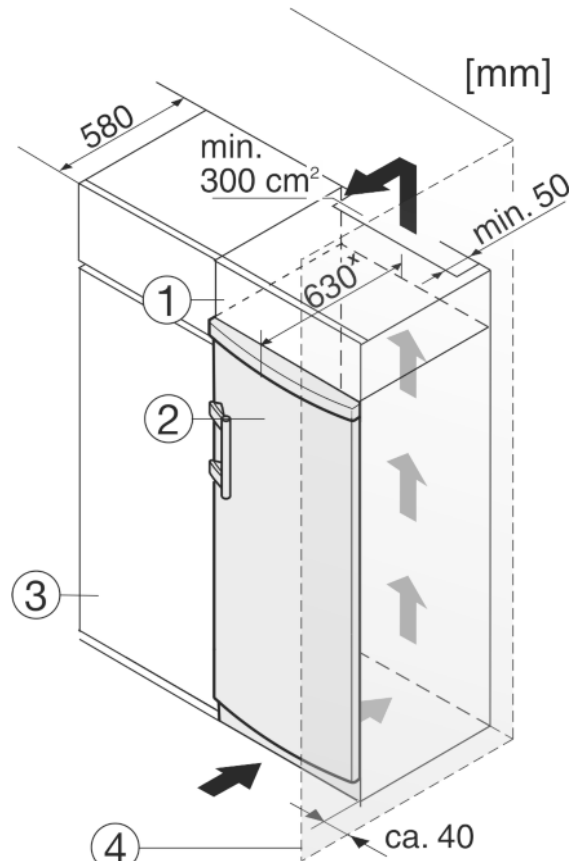

Fig. 10
Laite voidaan asentaa kalustekaappiin. Jotta korkeus *Fig. 10 (2)* saadaan yhdenmukaiseksi kaapistojen kanssa, laitteen päälle voi asentaa lisäkaapin *Fig. 10 (1)*.
Asennettaessa keittiökaapistoon (syvyys enintään 580 mm) laite voidaan sijoittaa aivan keittiökaapin *Fig. 10 (3)* viereen. Laite on sivulta 34 mm x ja laitteen keskikohdasta 50 mm x edempänä keittiökaapin etuosaa.
Jos laite sijoitetaan oven saranapuoli suoraan seinään *Fig. 10 (4)* päin, on laitteen ja seinän väliin jätettävä vähintään 40 mm vapaa tila. Tämä vastaa kädensijan syvyyttä oven ollessa auki.